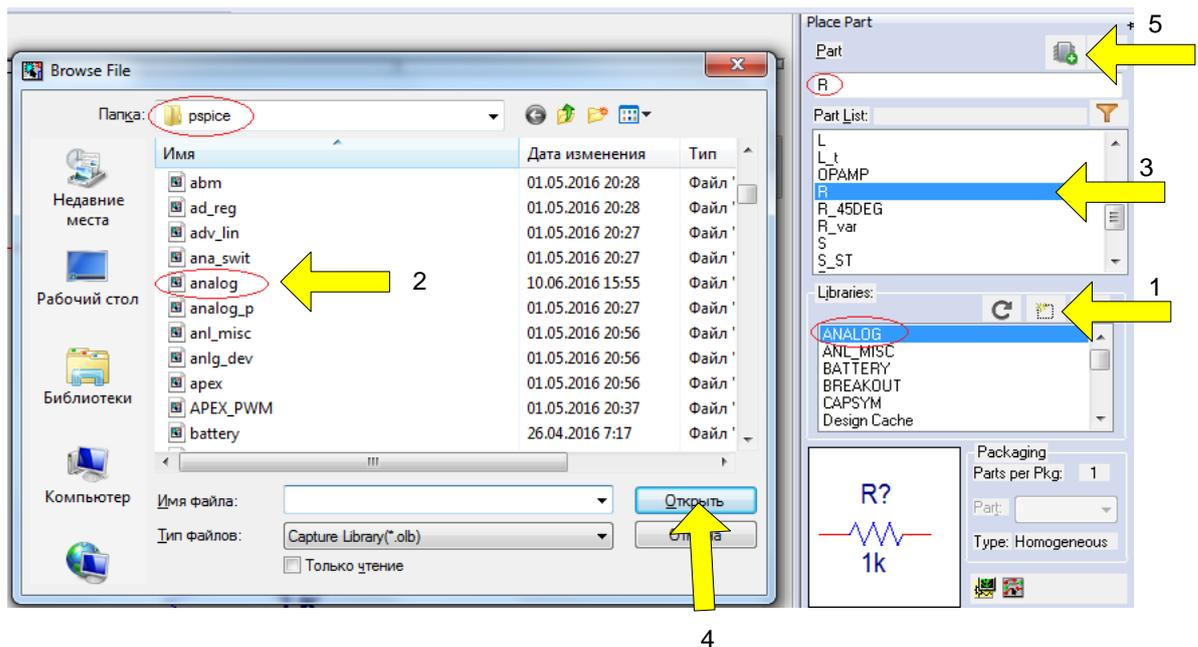

Рис. 1.37. Выбор резистора из каталога PSpice
5. Нажимаем Place Part и помещаем резистор в окно схемного редактора (рис. 1.37).